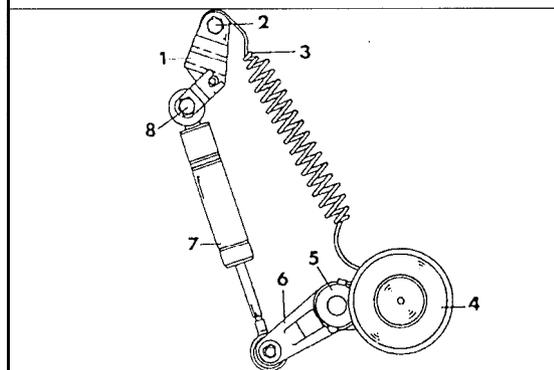
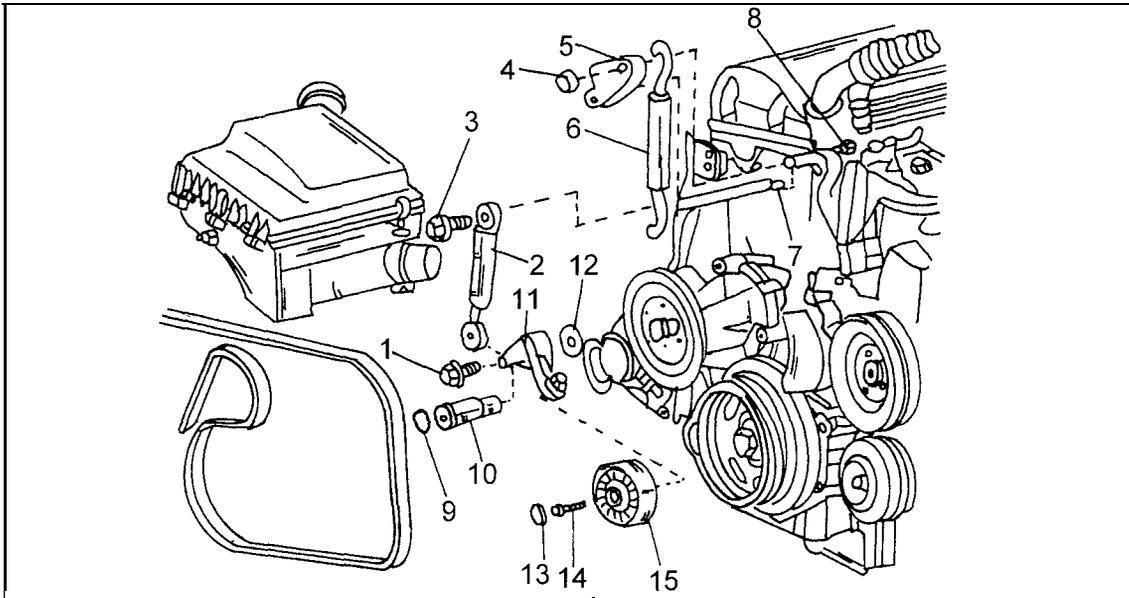
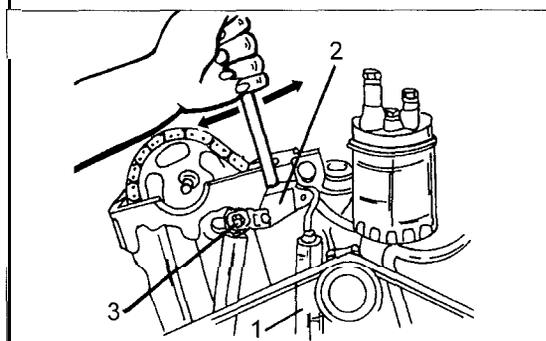

Bild 194
Bild 195
Bild 196
Ein eingebauter Stossdämpfer verhindert ein Vibrieren des Riemenantriebs. Bild 194 zeigt die Einzelteile der Spannvorrichtung. Die Spannrollen eignen sich nicht für alle Motoren. Bei der Grundausführung ohne angebaute Zusatzaggregate hat die Spannrolle die gleichen Rillen wie die übrigen Riemenscheiben. Bei allen anderen Ausführungen ist die Spannrolle an der Lauffläche glatt. Beim Erneuern einer Spannrolle ist dies zu beachten. Bild 195 zeigt die gesamte Spannvorrichtung, um beim Aus- und Einbau der Teile behilflich zu sein.
- Die Mutter des Spannhebels (1) in Bild 194 lockern und einen Dorn in den Federspannhebel einsetzen, wie es Bild 196 zeigt. Dazu kann zum Beispiel ein Metallstab von 12 mm Durchmesser und 180 mm Länge benutzt werden.
Bild 195 ist bei den folgenden Arbeiten hinzuzuziehen.